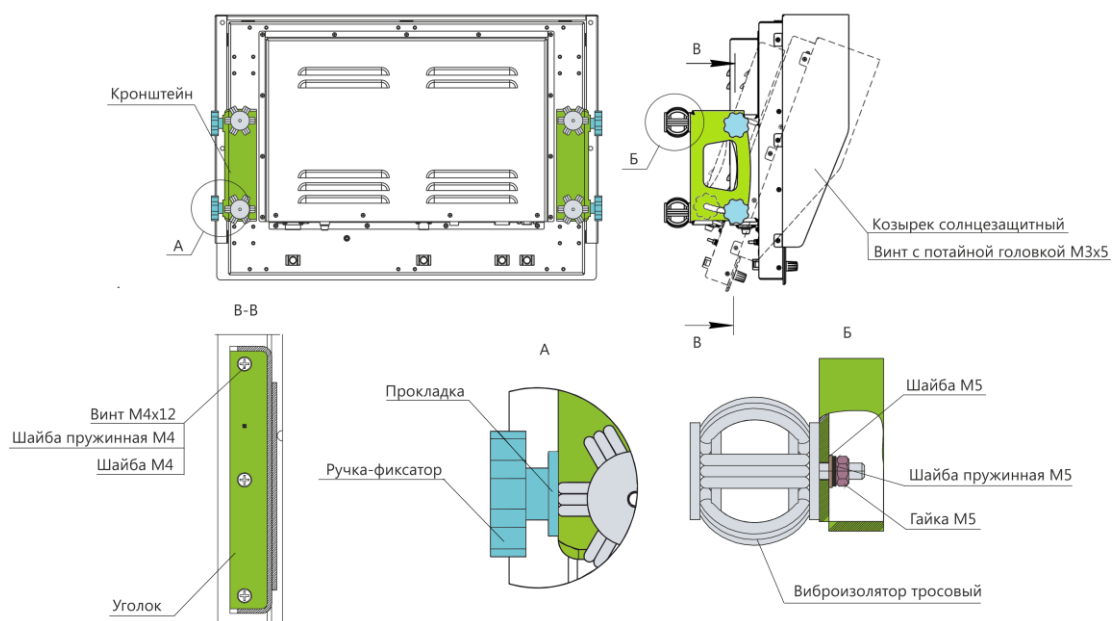

Рисунок 6 – Настенный монтаж на регулируемом кронштейне
4) настенный монтаж на регулируемом кронштейне (см. рисунок 6) представляет собой крепление изделия к поверхности с помощью регулируемых кронштейнов, ручек-фиксаторов и монтажного комплекта метизов;